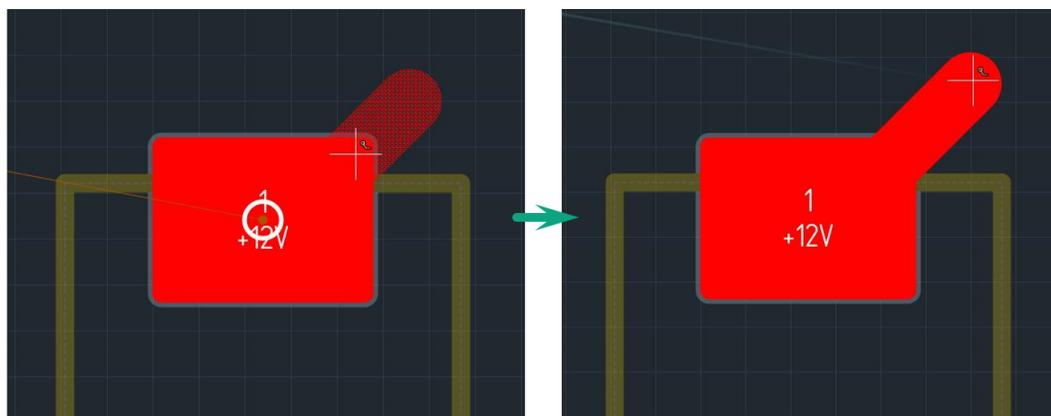

Рис. 233 Точное позиционирование подключения к контактной площадке
4. Переместите курсор в ту точку, где необходимо установить подключение к площадке, при этом на экране будет отображаться возможный вид подключения, см. Рис. 233. Курсор должен быть рядом с площадкой.